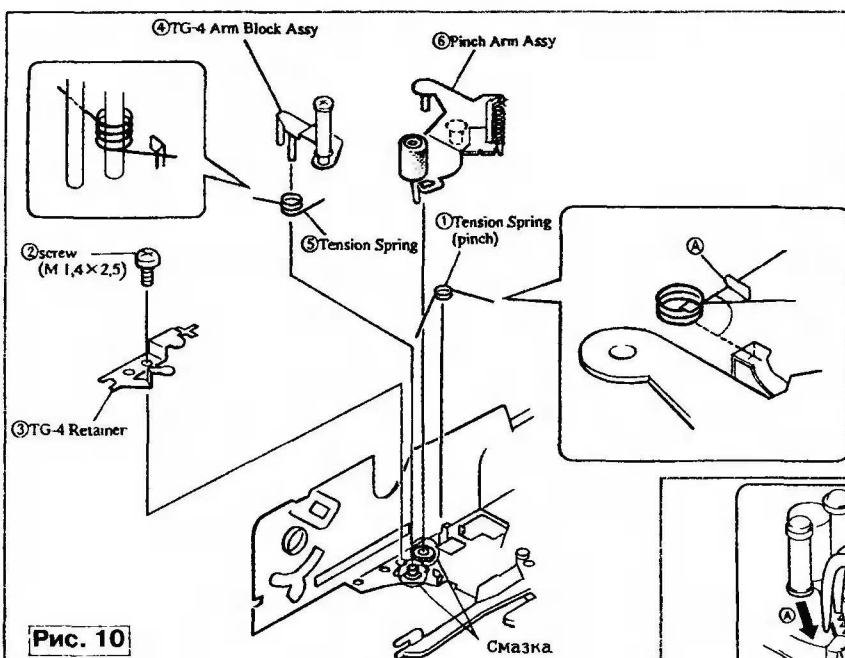

Рис. 10
Узел прижимного ролика и рычага обводной стойки TG-4 разбирают в соответствии с рис. 10. Вначале снимают пружину 1 с упора рычага прижима и закрепляют ее в вырезе А шасси LS. Затем вывинчивают винт 2 и удаляют фиксатор 3 узла TG-4. Далее снимают узел 4 TG-4 Arm Blok Assy, удаляют пружину 5 и снимают узел прижимного ролика 6 (771).